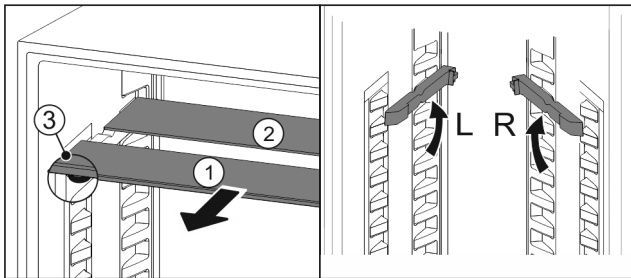

Fig. 20
- ▶ Izvucite Fig. 20 (1) staklene ploče jednu po jednu prema naprijed.
- ▷ Staklena ploča Fig. 20 (1) s ukrasnom letvicom nalazi se sprijeda.
- ▷ Zaustavljači Fig. 20 (3) su usmjereni prema dolje.